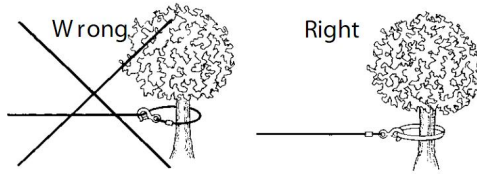

Figure 3
68. **HAKEN SIE DAS DRAHTSEILE NIEMALS WIEDER AN SICH SELBST EIN** , da Sie das Drahtseil dadurch beschädigen könnten. Verwenden Sie eine Nylonschlinge (Abbildung 3).